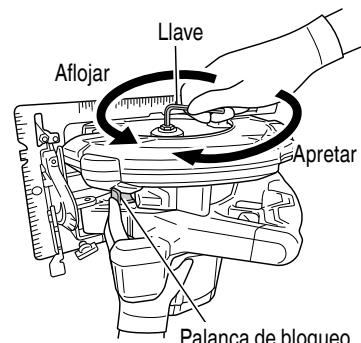
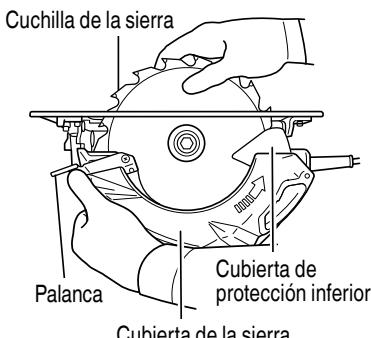

Fig. 14
Fig. 15
- (1) Ajuste el volumen de corte al máximo, y coloque la sierra circular como se muestra en la Fig.14.
- (2) Presione la palanca de bloqueo, bloquee el husillo y quite el perno de brida hexagonal y la arandela (B) con la llave de barra hexagonal.
- (3) Mientras sujetá la palanca para mantener la cubierta de protección inferior completamente retraída dentro de la cubierta de la cuchilla, retire la cuchilla de la sierra. (Fig.15)